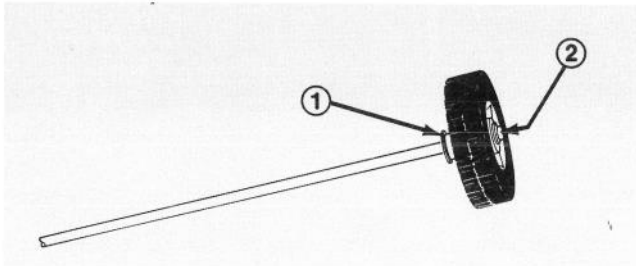

Abb. 1
1. Eine Schlagmutter auf einer Achsseite (Abb. 1) befestigen, indem man die Mutter auf eine ebene Fläche legt, ein Ende der Achsenwelle hinein schiebt und das andere Ende mit einem Hammer leicht hineinklopft.
2. Ein Rad auf die Achse gegen die Schlagmutter schieben (Abb. 1). Dabei muss die Radnabenseite mit den sechs Speichen zur Achsmittle weisen.
3. Die Unterlegscheibe auf die Achse und gegen die Radnabe schieben (Abb. 1).